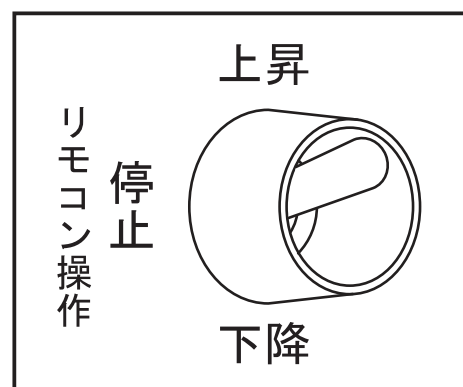

図5
10. トグルスイッチのレバーを上に入れるとモータが回転し、シリンダに圧油が送られます。（図5）